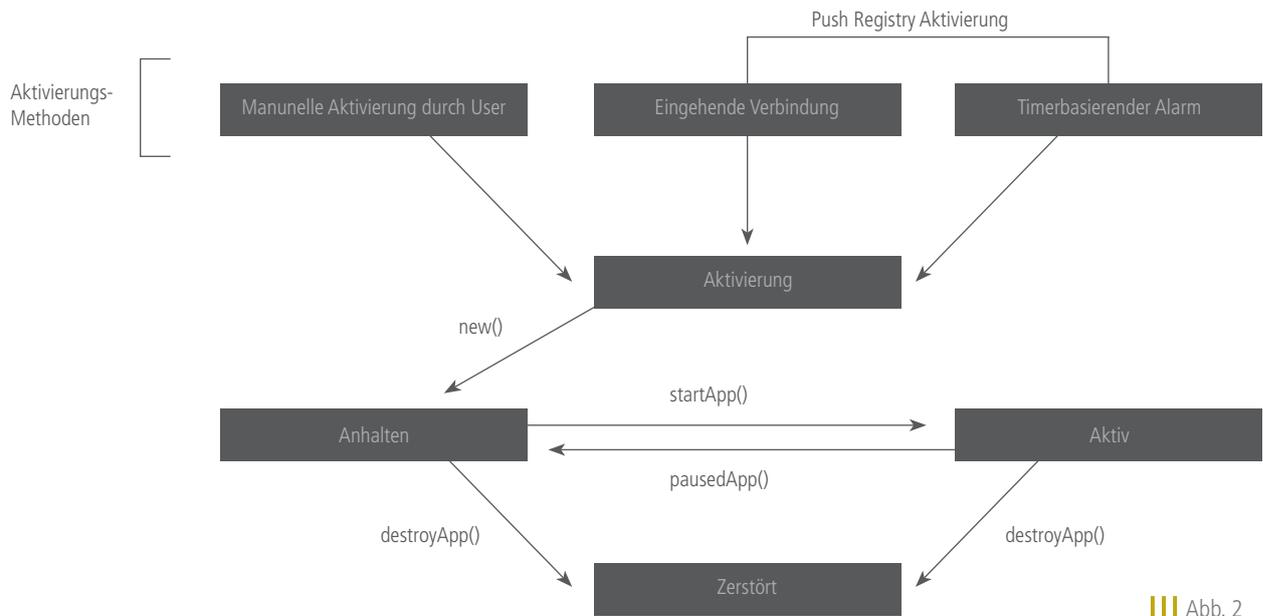

Abb. 2
• Activity Manager: darüber wird der Lebenszyklus einer App abgewickelt. Der Lebenszyklus einer App im Android-System ist in **Abb. 2** dargestellt.